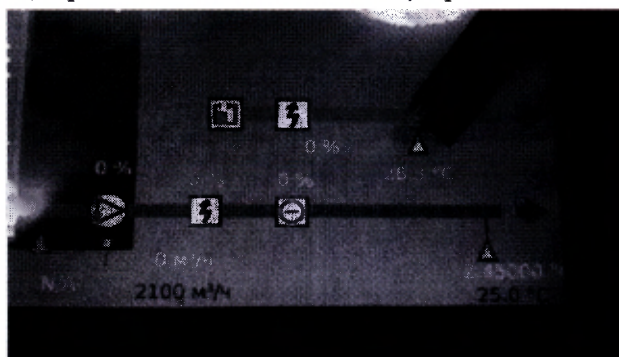

Рисунок 1
- для DS18B20 (порт подключения Sensor 1) при активации вкладки «Схема» (рис.1).